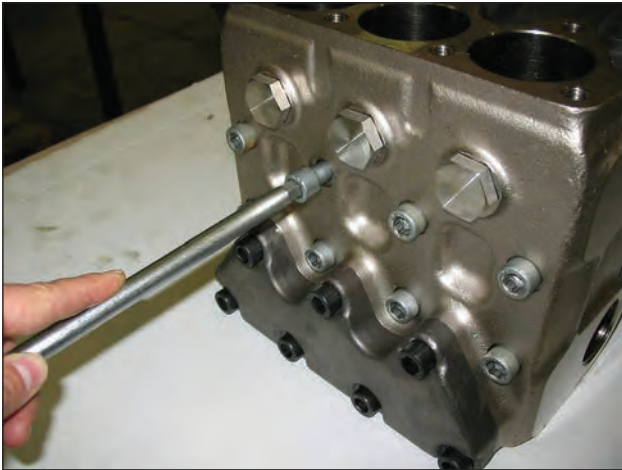

Abb. 20
A) Lösen Sie die Befestigungsschrauben des Kopfs M12x150 gemäß Abb. 20.